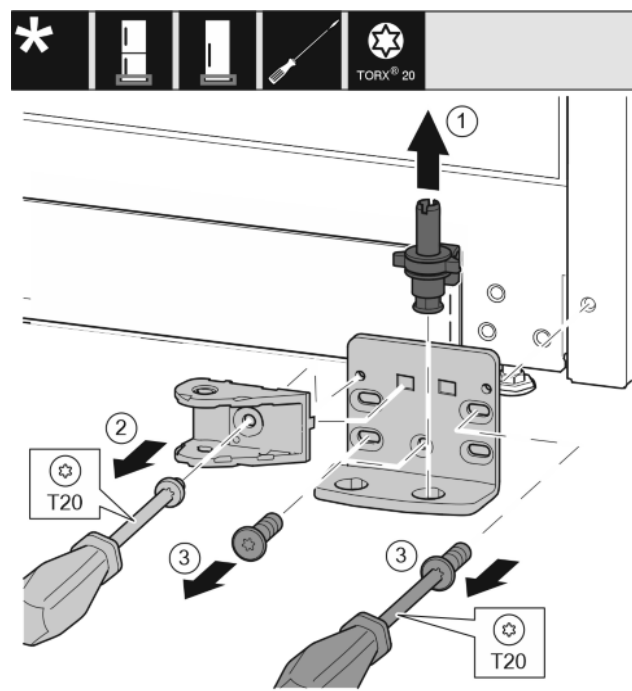

Fig. 27
- ▶ Lagerbolzen komplett nach oben herausziehen. Fig. 27 (1)
- ▶ Schraube mit Schraubendreher T20 herausdrehen und Schließdämpferverbindung abnehmen. Fig. 27 (2)
- ▶ Schrauben mit Schraubendreher T20 herausdrehen und Lagerbock abnehmen. Fig. 27 (3)